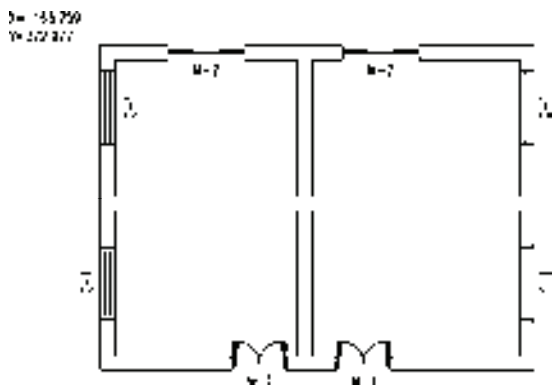

图 10-4 标注结果
3) 单击鼠标左键,完成坐标标注,结果如图 10-4 所示。